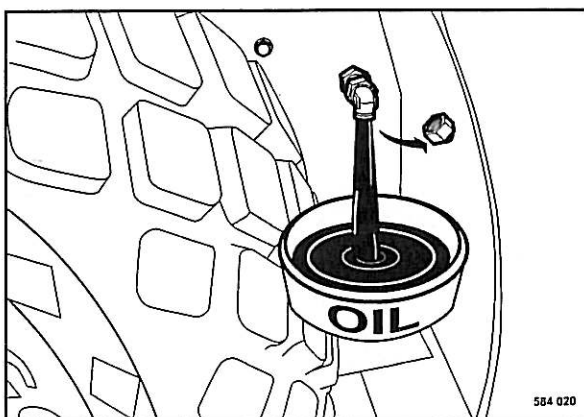

Fig. 81
- Desenroscar el tornillo de descarga (Fig. 81) y recoger el aceite usado saliendo.